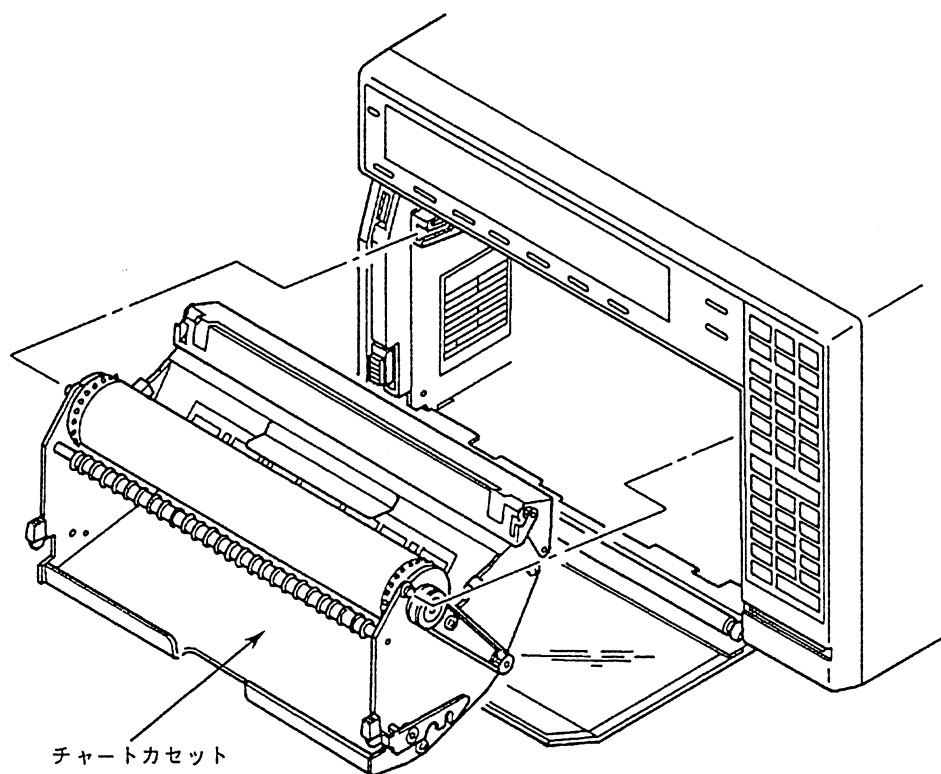

図1.5
- (3) チャートカセット全体を軽く持ち上げるように手前に引き本体からチャートカセットを分離します(図1.5 参照)。